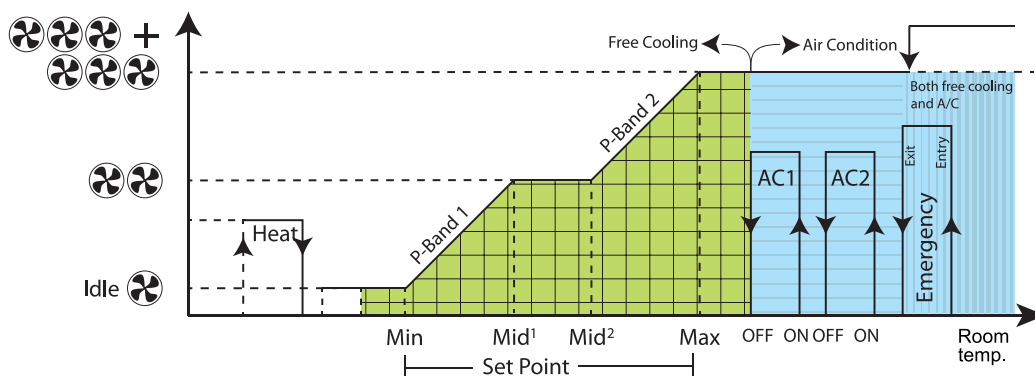

Fig. 4
- P-bandet kan delas in i två delar, avbrutet av Mid¹ och Mid² enligt Fig. 4.